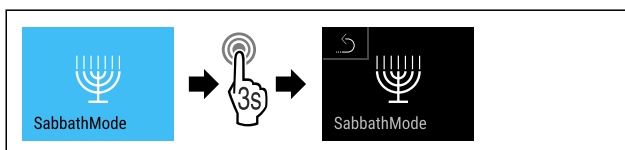

Fig. 13
► Изпълнете стъпките (виж Fig. 13).